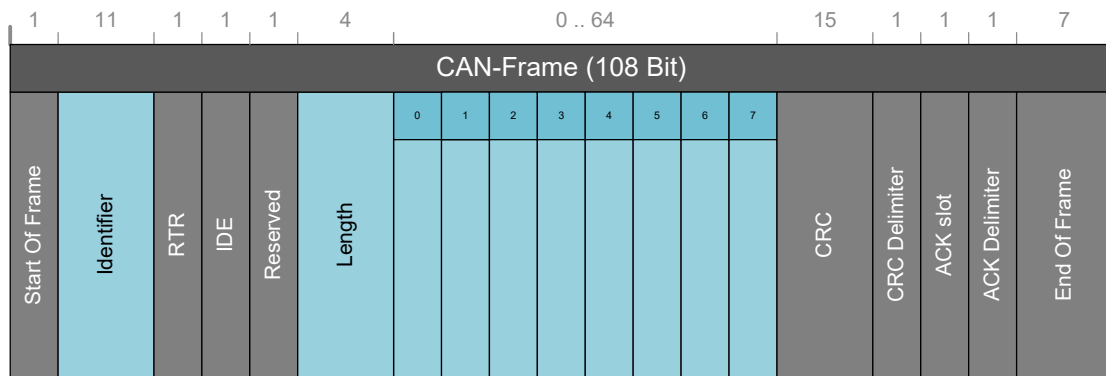

Abb. 9-1 CAN-Frame
In Abb. 9-1 ist der Inhalt (Frame) einer CAN-Nachricht sowie die zugehörigen Identifier (ID) und deren Länge dargestellt. Die Tabellen Tab. 9-1 bis Tab. 9-3 geben an, welche Identifier bei der Kommunikation mit dem DC/DC-Wandler Nexa® DC1200 verwendet werden, deren Länge (in Byte) und Übertragungsrate (T). Die Abschnitte 9.1.1 und 9.1.2 beschreiben die Nachrichteninhalte.